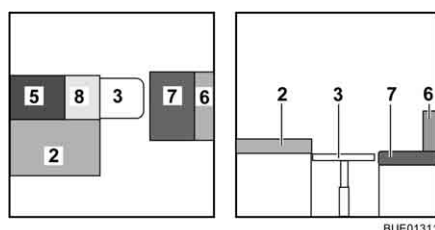

Fig. 137 Pendant la transformation
- Placer le coussin supplémentaire (Fig. 137,8) sur la table.
- Placer le coussin d'assise (Fig. 137,7) au centre.
- Placer le coussin de dossier (Fig. 137,6) entre le coussin d'assise et la cloison.